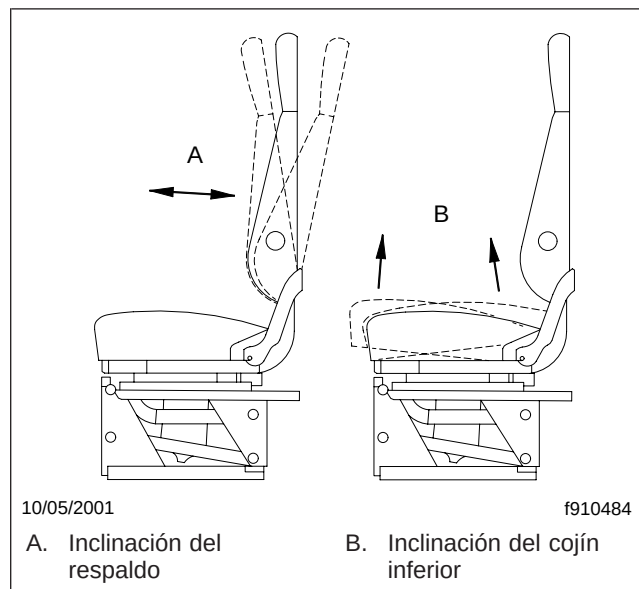

Figura 5.8, Ajustes de inclinación de los cojines del asiento
5. Inclínación del respaldo: este ajuste inclina el respaldo hacia adelante o atrás (**Figura 5.8**).
6. Inclínación del cojín del asiento: este ajuste sube o baja la parte delantera y/o trasera del cojín inferior del asiento. Este ajuste es más fácil de realizar cuando se quita todo el peso del asiento (**Figura 5.8**).
7. Inclínación del asiento: cuando se hace este ajuste, el ensamble del asiento (cojín inferior y respaldo) se inclina hacia adelante o atrás (**Figura 5.8**).